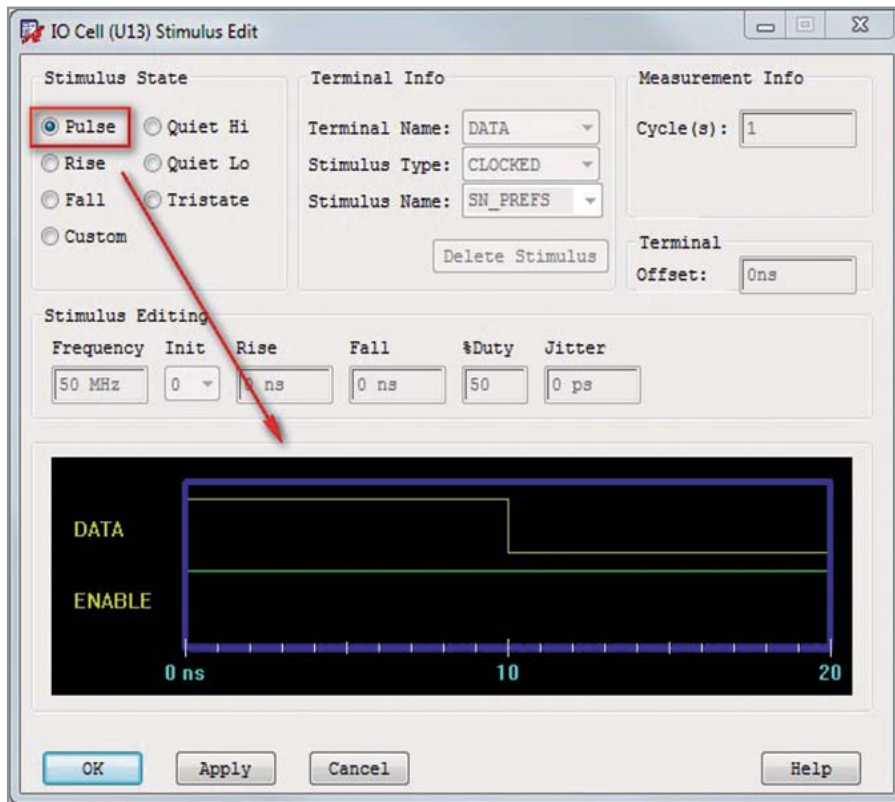

Рис. 3. Настройка источника сигнала в Signal Explorer
5) перед моделированием необходимо настроить параметры сигнала в драйвере. Для этого кликнем текст TRISTATE на верхней части символа U13. В появившемся окне в секции *Stimulus State* выберем *Pulse* и нажмем OK для завершения настройки (см. рис. 3);